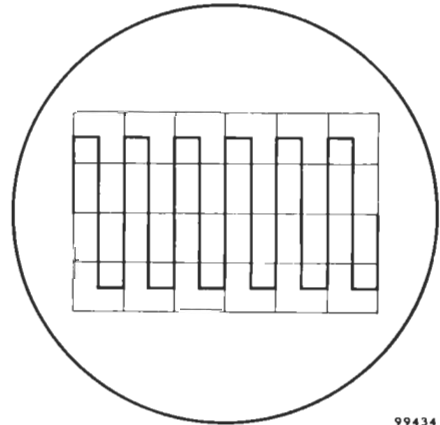

Fig. 28
- b. Sluit op Bu_9 (VERT.AMPL.) een rechthoekspanning aan waarvan de frequentie 500 Hz + of - 1% is. Stel de beeldhoogte in op 3 à 4 cm. Stel met R_{293} de beeldbreedte in op 7 cm. Stel R_{223} zo in dat zich op elke cm precies een complete periode van de spanning bevindt (zie fig. 28). (Blijkt dat bij één van de volgende afregelingen de juiste looptijd niet kan worden ingesteld omdat de desbetreffende instelpotentiometer reeds geheel rechts- of linksom is gedraaid, begin dan opnieuw bij punt b, maar stel dan de beeldbreedte op een wat kleinere of grotere waarde dan 7 cm in.)
- c. Sk_6 op $\times 2$, Sk_7 op $\times 1$, Sk_8 op 2000 $\mu\text{sec/cm}$. Frequentie van de rechthoekspanning 1000 Hz $\pm 1\%$. Stel R_{294} zo in, dat elke complete periode van de rechthoekspanning precies 1 cm breed is (zie fig. 28).
- d. Sk_6 stand $\times 5$, Sk_7 op $\times 1$ en Sk_8 op 2000 $\mu\text{sec/cm}$. Frequentie van de rechthoekspanning 2500 Hz. Stel R_{288} zo in, dat elke complete periode van de rechthoekspanning precies 1 cm breed is (zie fig. 28).
- f. Sk_6 op $\times 2$; Sk_7 op $\times 2$; Sk_8 op 2000 $\mu\text{sec/cm}$. Frequentie van de rechthoekspanning 500 Hz $\pm 1\%$. Stel R_{233} zo in, dat elke complete periode van de rechthoekspanning precies 1 cm breed is (zie fig. 28).